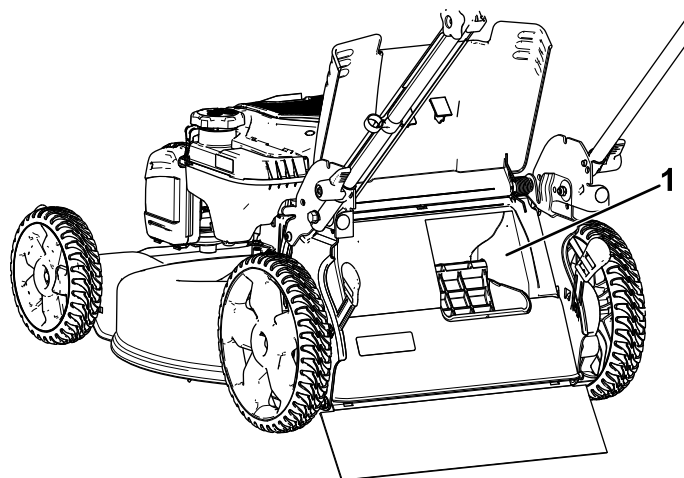

Figure 19
**Important:** Pour que le ramassage s'effectue correctement, coupez le moteur, attendez l'arrêt de toutes les pièces mobiles et enlevez les déchets d'herbe ou autres qui se trouvent sur le volet de ramassage sur demande et l'ouverture (Figure 19) avant de changer la position du levier de ramassage sur demande.